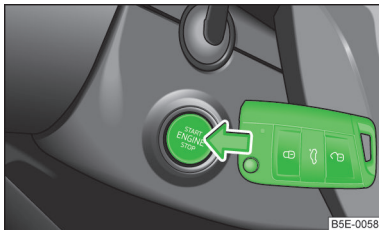

Abb. 119
- › Den Starterknopf  » **Abb. 119** drücken und danach den Schlüssel an den Starterknopf halten.
Beim Motornotstart muss der Schlüssel mit dem Schlüsselbart zum Starterknopf zeigen  » **Abb. 119**.